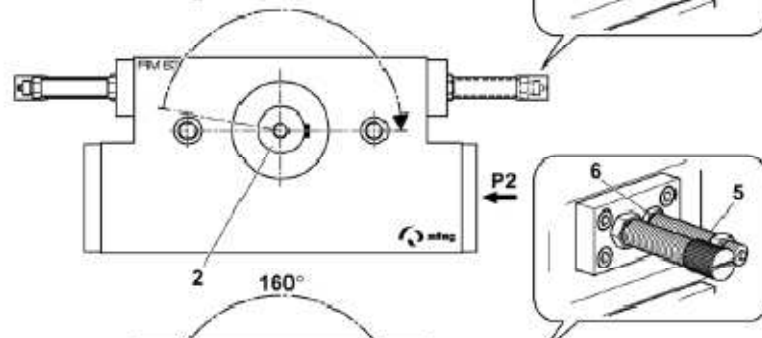

Fig. 15-3
Rechte Anschlagsschraube (5) einschrauben. Die Ritzelwelle (2) dreht sich im Gegenuhrzeigersinn. Anschlagsschraube Feinjustieren, bis sich die Ritzelwelle auf die gewünschte Position gedreht hat. Danach Anschlagsschraube mit Kontermutter (6) sichern (Fig.15-3).